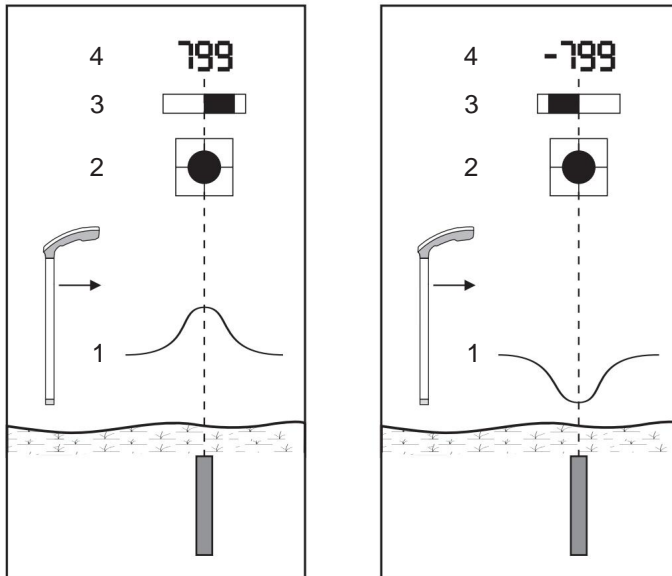

Fig. 6: Objetos em posição vertical (vista em corte): possíveis resultados de localização
- objetos na posição vertical (Fig. 6)